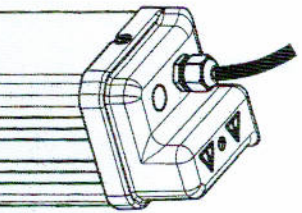

Fig.1
**Fig.1** Conexion para versiones sin anti-aplastamiento (SB, BAC). En esta versión solo deberemos alinear el motor eléctrico con una manguera de cuatro cables, con una sección de 0,75 mm2. La conexión se realiza con los factores suministrados siguiendo las indicaciones de la etiqueta situada al lado del conector.